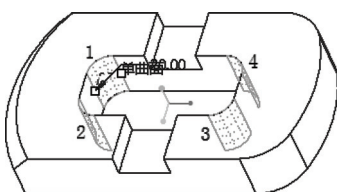

图 8-51 选择多个要编辑的倒圆角曲面
7) 在切口结构中选择其中一个倒圆角曲面，接着在按住〈Ctrl〉键的同时单击该切口结构中的其他 3 个倒圆角曲面，如图 8-51 所示。